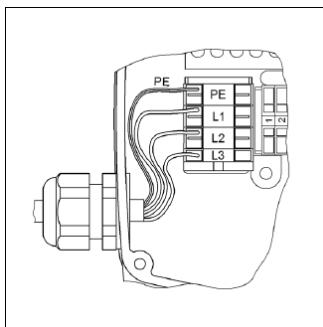

Abb. 27
- Anschlusskabel gemäß mitgeliefertem Schaltplan an die Pins L1, L2, L3 und PE des Steckverbinders anschliessen, Steckverbinder auf die seitliche Wanddurchführung aufstecken und festschrauben (siehe Abb. 27)